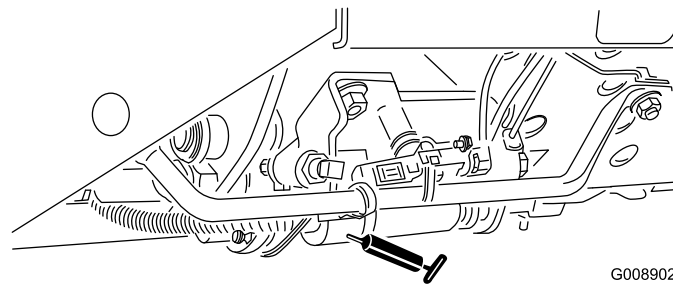

Figura 52
- Mando segar/transportar (Figura 52)